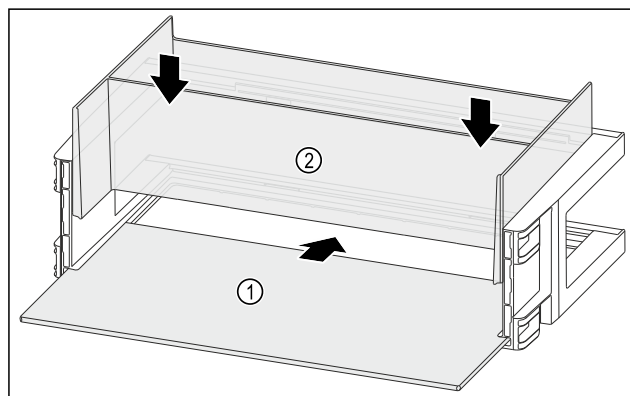

Fig. 98
- Skyv oppstillingsplassen Fig. 98 (1) inn i fordypningene på sidene.
- Sett inn planleggeren Fig. 98 (2).